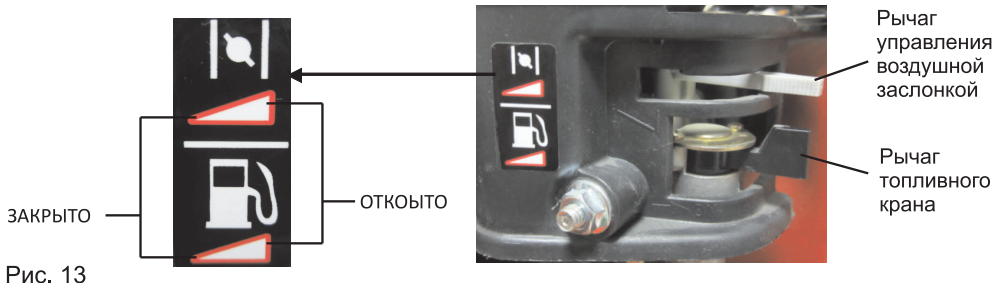

Рис. 13
1. Поставьте рычаг топливного крана в положение «ОТКРЫТО» (Рис. 13).
- После прогрева двигателя откройте воздушную заслонку, переведя рычаг воздушной заслонки в положение «ОТКРЫТО» (Рис. 13).
- Закройте топливный кран, повернув его в положение «OFF» (ЗАКРЫТО) (Рис. 13).